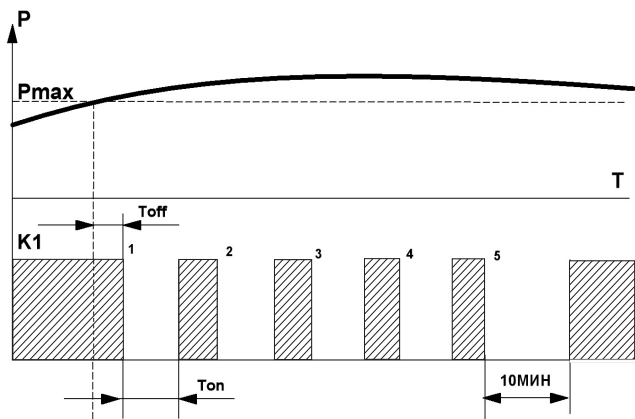

Рис.7 Диаграмма работы при циклической перегрузке.
8. Блокировка нагрузки на 10 минут при циклической перегрузке по мощности. Если перегрузка по мощности не снижается после 5-и отключений подряд, то подключение нагрузки блокируется на 10 минут. Диаграмма работы на рис. 7.